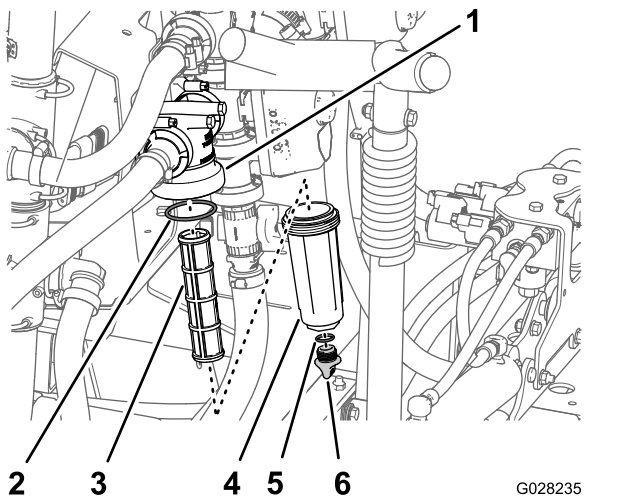

Figura 111
2. Coloque un recipiente de drenaje debajo del filtro de presión (Figura 111).
3. Gire el tapón de vaciado en sentido antihorario y retírelo de la cubeta del filtro de presión (Figura 111).
4. Enrosque la cubeta en sentido antihorario y retírela de la cabeza del filtro (Figura 111).
5. Retire el elemento usado del filtro de presión (Figura 111).
6. Inspeccione la junta tórica del tapón de vaciado (situada dentro de la cubeta) y la junta tórica de la cubeta (situada dentro de la cabeza del filtro) en busca de daños o desgaste (Figura 111).
7. Instale el elemento nuevo del filtro de presión en la cabeza del filtro (Figura 111).
8. Instale la cubeta en la cabeza del filtro, y apriétela a mano (Figura 111).
9. Instale el tapón en la cubeta, y apriételo a mano (Figura 111).